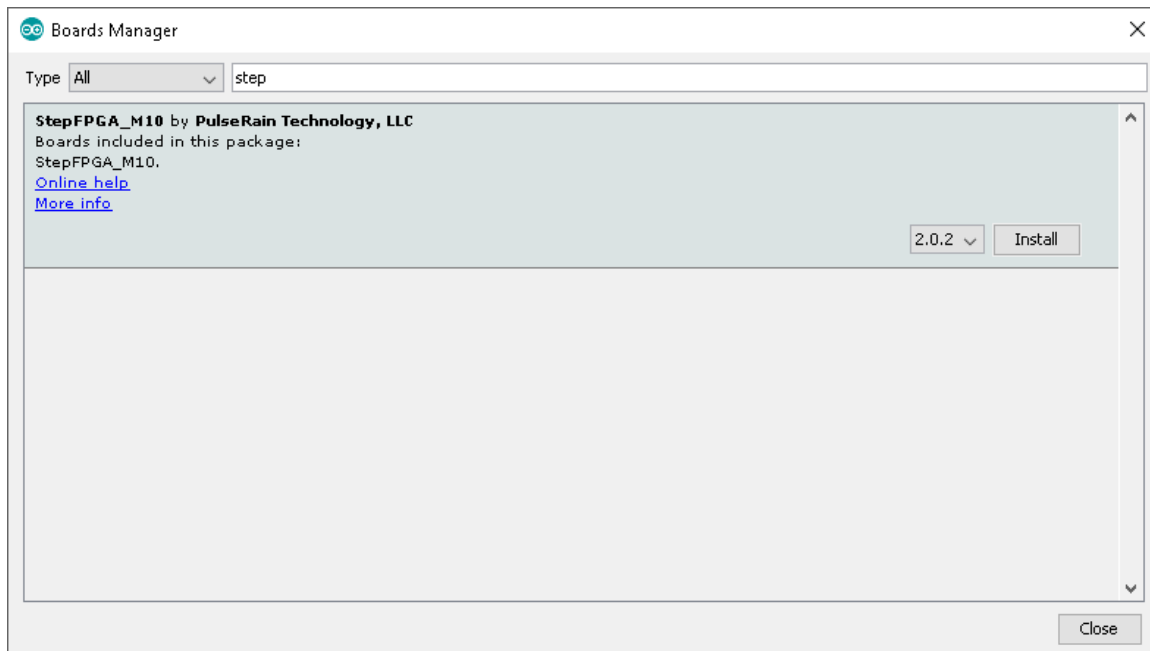

Figure 2-5 Arduino IDE, Boards Support Package for StepFPGA M10
- 5) "Boards Manager"会启动一个如Figure 2-5所示的对话框. 在搜索条输入"step"来查找和安装所需的软件包